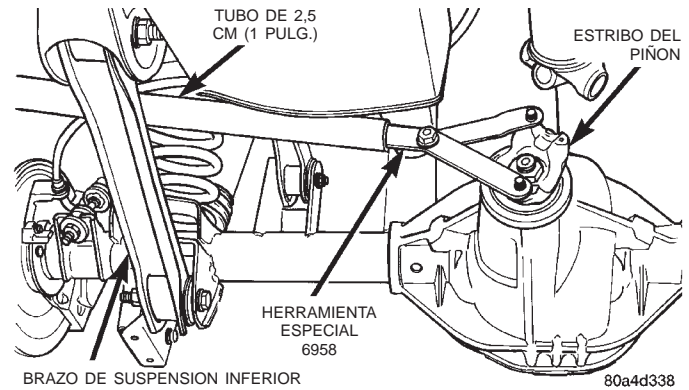

Fig. 16 Herramienta de sujeción del estribo del piñón
- (1) Eleve y apoye el vehículo.
- (2) Retire los conjuntos de ruedas y neumáticos.
- (3) Retire los calibradores y rotores de freno. Consulte los procedimientos correctos en el grupo 5, Frenos.
- (4) Marque el eje propulsor y el estribo del piñón, como referencia de alineación para la instalación.
- (5) Retire el eje propulsor del estribo.
- (6) Haga girar el piñón satélite diez veces como mínimo. Compruebe que el piñón gira con suavidad.
- (7) Con una llave de tensión tipo cuadrante, mida la torsión (lbs. pulg.) necesaria para girar el piñón satélite. Tome esa torsión como referencia para la instalación.
- (8) Con un trozo pequeño de tubo y la herramienta de sujeción 6958 sujete el estribo del piñón y retire la tuerca y la arandela del piñón (Fig. 16).
(6) Haga girar el piñón satélite diez veces como mínimo. Compruebe que el piñón gira con suavidad.
(7) Mida la torsión (lbs. pulg.) necesaria para girar el piñón satélite con una llave de tensión tipo cuadrante. Tome esa torsión como referencia para la instalación.
(8) Retire el conjunto del diferencial de la caja del eje.
(9) Con la herramienta de sujeción 6958 para sujetar la pestaña gemela del piñón y un trozo pequeño de tubo de 25 mm (1 pulg.), retire la tuerca y la arandela del estribo del piñón (Fig. 16).